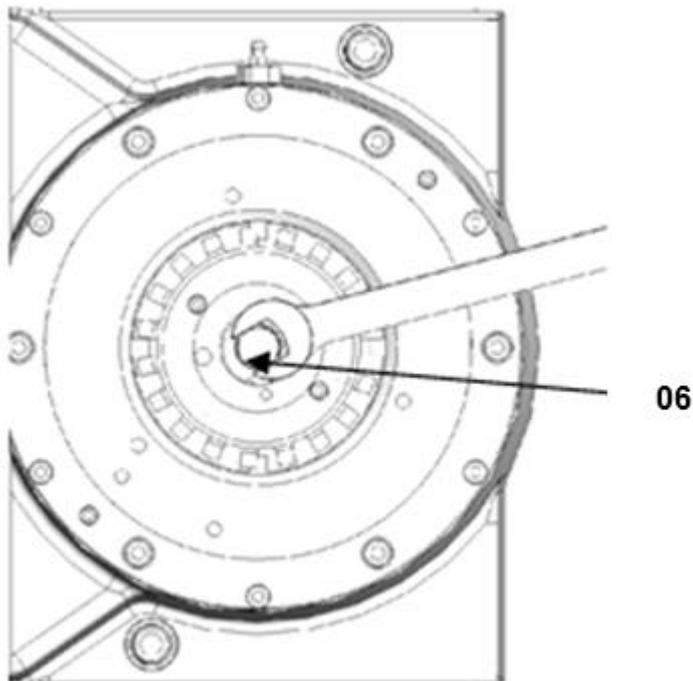

Bild 5.5
6. Mit einem Schraubenschlüssel Bild 5.5 ziehen Sie nun die Schraube für die VerschleißEinstellung **06** an bzw. lockern sie, bis der Spalt zwischen Belag und Scheibe den gewünschten Wert „PG“ Pad Gap siehe Typenschild Bremse erreicht. Den Lüftspalt auf beiden Seiten ist zu prüfen und bei der Version R-V auch mit der Einstellschraube zwischen Gehäuse und Grundplatte nachzustellen.
3. Entfernen Sie die Sicherungsscheibe **15**, um die Schraube für die Verschleißeinstellung **06** freizulegen Bild 5.5, siehe Kapitel 5.3.